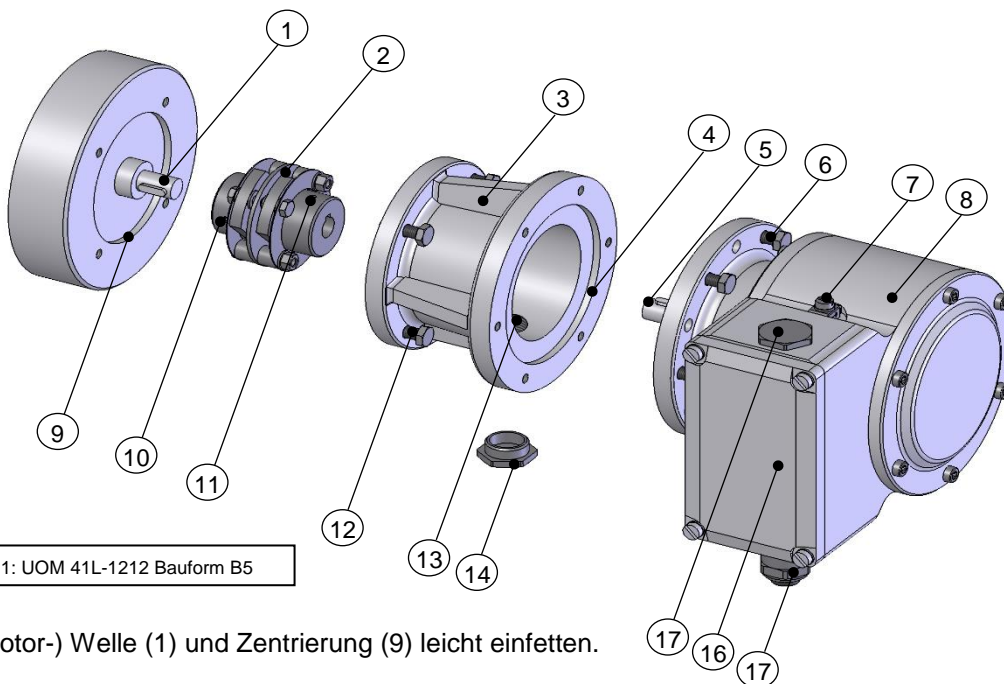

Abb.1: UOM 41L-1212 Bauform B5
4.11.1 Elektrischer / optischer Anschluss1. Klemmkastendeckel (16, Abb. 1) öffnen.
2. Verschlussbolzen der Kabelverschraubung (17, Abb. 1) entfernen.